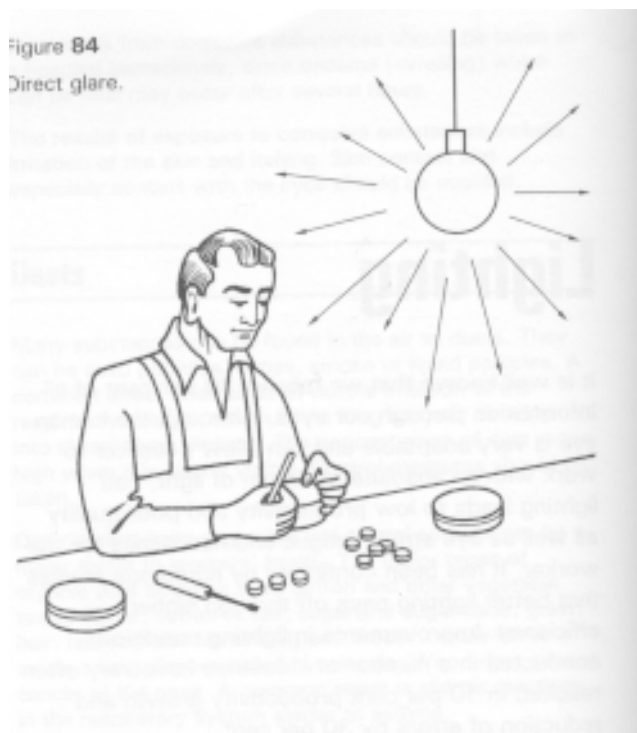

Рис. 84
*Прямой слепящий свет* вызывается источником света в поле зрения (рис. 84).